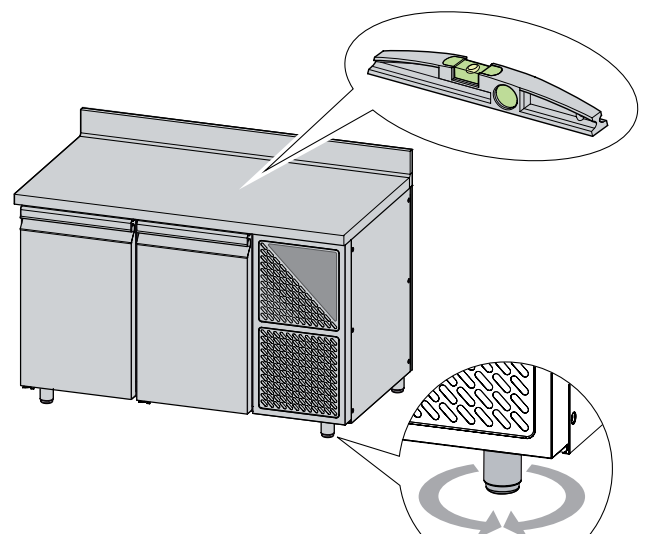

Fig. 9 - Livellamento
- Un controllo con la livella a bolla torica del corretto livellamento longitudinale e trasversale del Tavolo Refrigerato; se necessario agire sui piedini a vite per regolarne il livello (**fig. 9**);